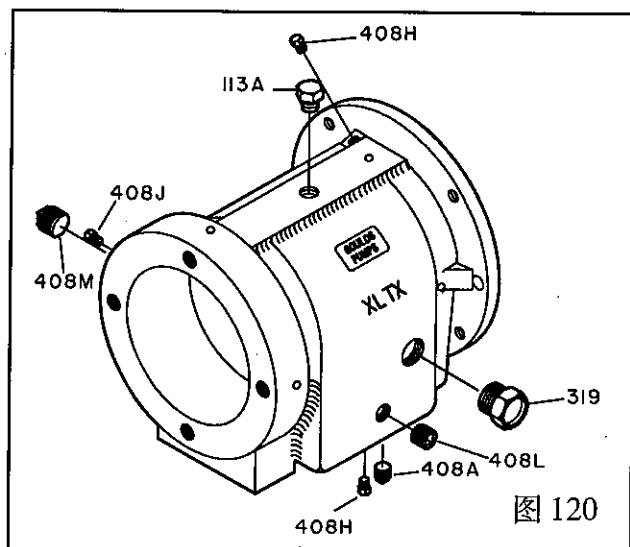

图 120
- 将轴承箱(228A)上装上注油塞(113A)、排油塞(408A)、油标(319)、油杯塞(408J)、四个油雾连接塞(408H)或油脂接头(193)和油脂排出塞(113)以及油冷却器进出口塞(408L,408M)安装到轴承箱(228A)上(图120)。